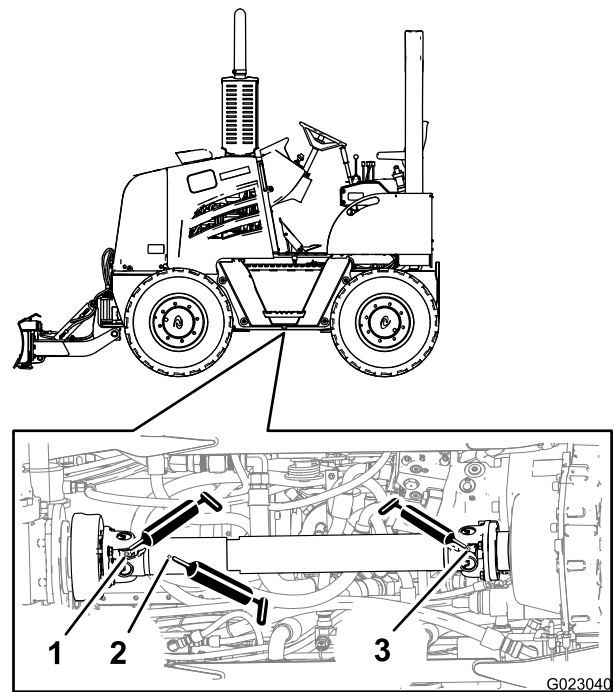

Figura 32
2. Collegate l'ingrassatore a pressione sul raccordo di ingrassaggio per il giunto scorrevole all'estremità anteriore dell'albero di trasmissione e applicate 2 o 3 pompaggi di grasso al raccordo (Figura 32).